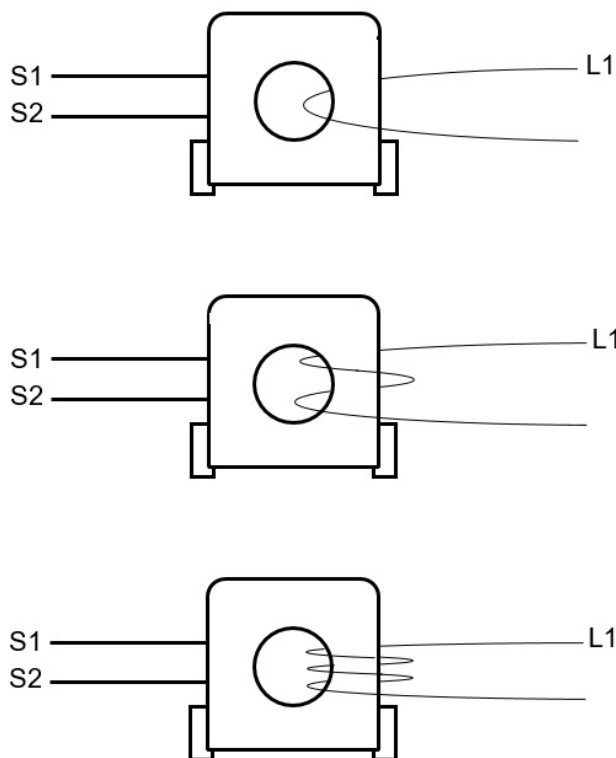

Fig. 8: Transformadores de corriente INT185 - ejemplo 1, 2 y 3 vueltas de espiral
3. Pasar el cable de la fase L1 del motor por el número de vueltas de espiral determinadas en el punto 2 a través de la abertura del transformador de corriente (⇒ Fig. 8) . No es necesario tener en cuenta la dirección del flujo.